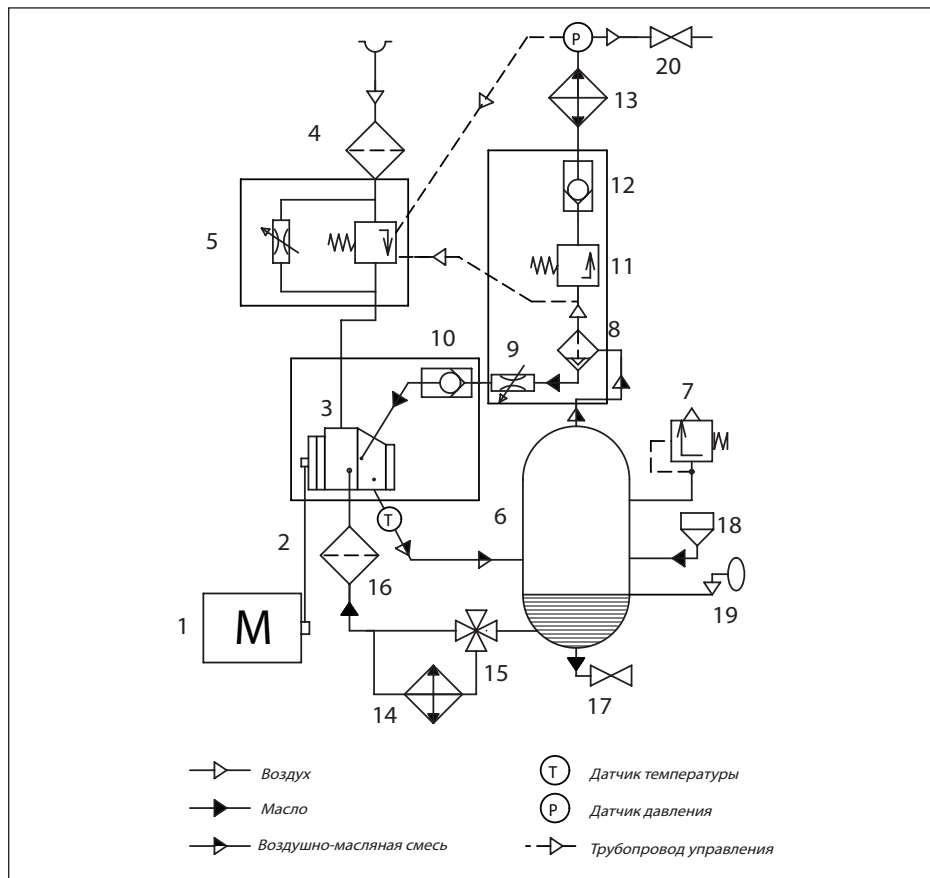

Рис. 2.3 Схема пневматическая FV 30-55
2.4 Принцип действия (Смотри рис. 2.3)